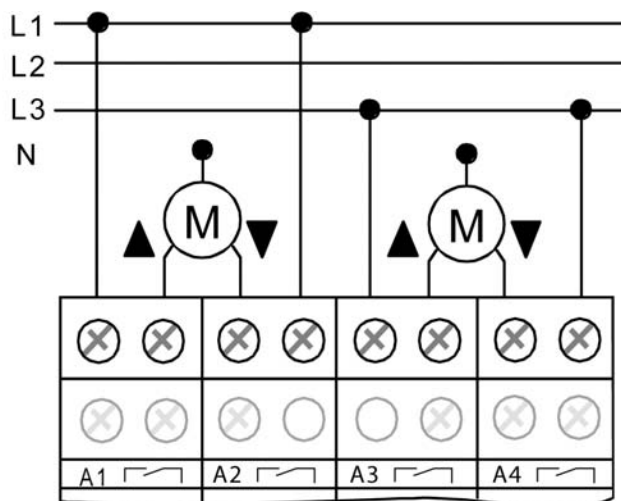

Bild 5: Elektrischer Anschluss für 230 V-Antriebsmotoren im Jalousiebetrieb
- Antriebsmotoren gemäß (Bild 5) anschließen (Anschlussbeispiel).